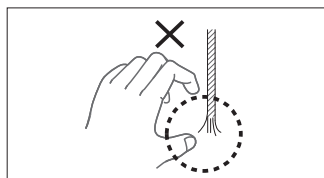

図7
- ・先端がほつれたワイヤーは指先などに素線が刺さる場合がありますので、お取扱いには十分ご注意ください(図7)。また、先端がほつれた状態では器具に挿入できなくなりますので、新しいワイヤーにお取替えいただくか、ワイヤーの先端をカットしてご使用ください。